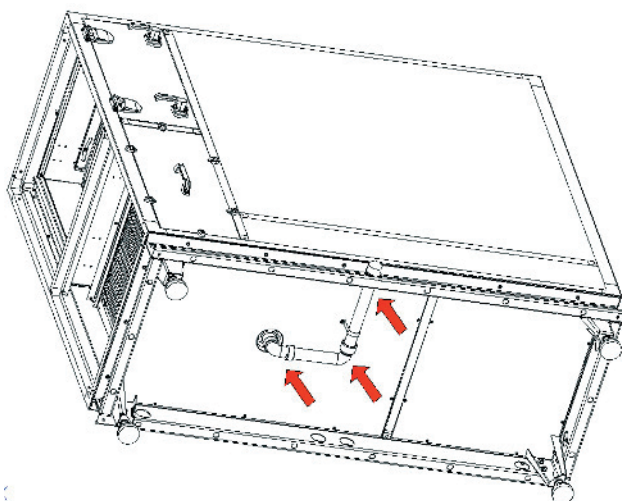

Рис. 6
- **Особое внимание обратите на то, чтобы не нажать на нижнюю панель центрального кондиционера или на отдельные элементы, расположенные под панелью** (например, трубки для отвода конденсата — см. рис. 6).